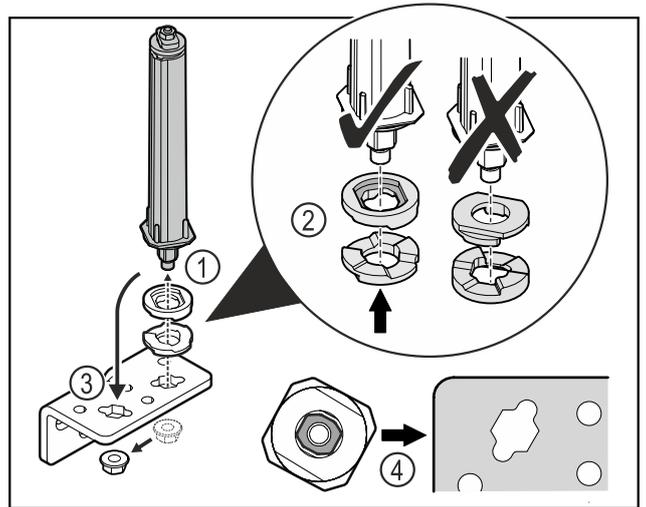

Fig. 36
- ▶ Afloje la tuerca y retire el sistema de cierre Fig. 36 (1).
- ▶ Asegúrese de la correcta alineación de los discos de ajuste de altura Fig. 36 (2).
- ▶ Vuelva a colocar el sistema de cierre de la puerta en el ángulo de las bisagras y fíjelo con la tuerca Fig. 36 (3).
- ▶ Al colocarlo, asegúrese de que esté correctamente alineado Fig. 36 (4).